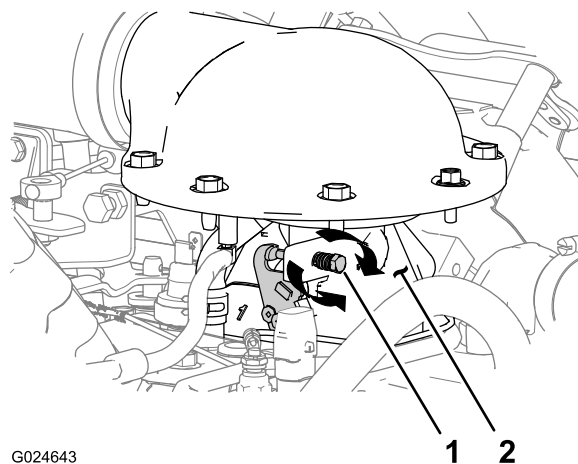

Figura 39
- Si la velocidad de ralentí bajo del motor es superior o inferior a 1100 rpm, gire el tornillo de ralentí, situado en el cuerpo del acelerador, en sentido horario o en sentido antihorario, hasta que la velocidad de ralentí del motor sea de 1100 rpm (Figura 39).